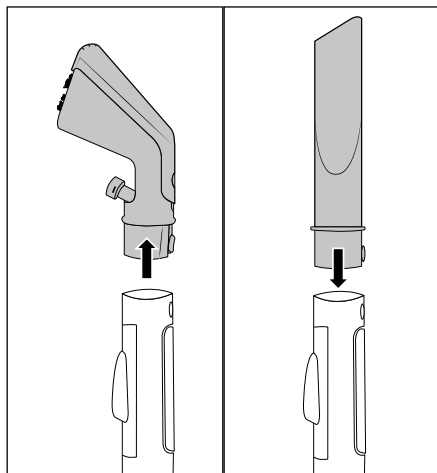

Fig. 8
- ◆ Appuyez sur la touche de verrouillage **23**/**32** et retirez l'embout meubles **22** ou l'embout plat **29** hors du flexible de pulvérisation/aspiration **19** (voir fig. 8).